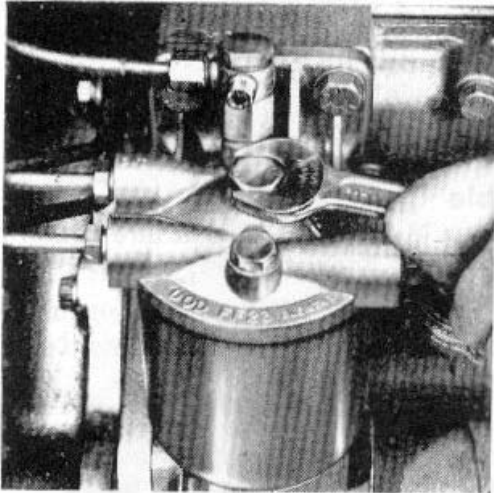

Fig. 10
Filtre à combustible (fig. 10 et 11)
2. Dévisser la vis placée sur la tête de filtre (fig. 10).